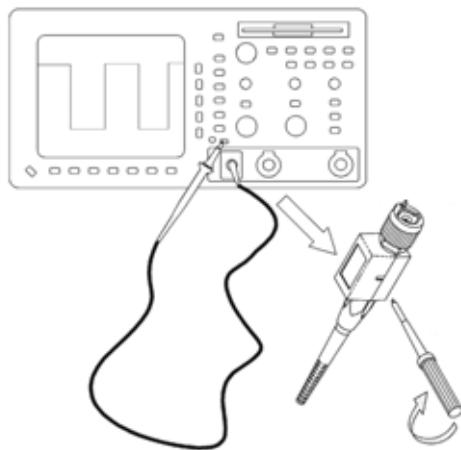

图1.10. 在探头头部或在补偿设备上进行探头补偿调节，其中补偿设备连接到示波器输入端上。
2. 把探针连接到示波器前面板上的探头补偿测试点(参见图 1.10)。